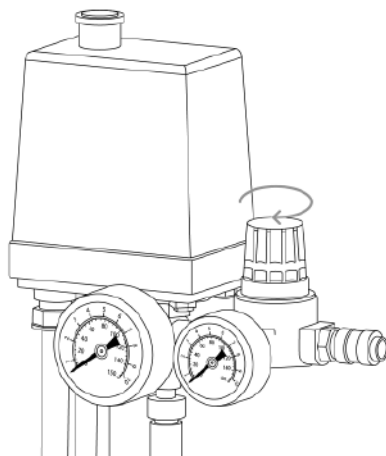

Рис. 7.3. Установка давления на компрессоре.
7. Включите компрессор, установите давление сжатого воздуха (см. рис. 7.3) и дождитесь, пока компрессор выключится.